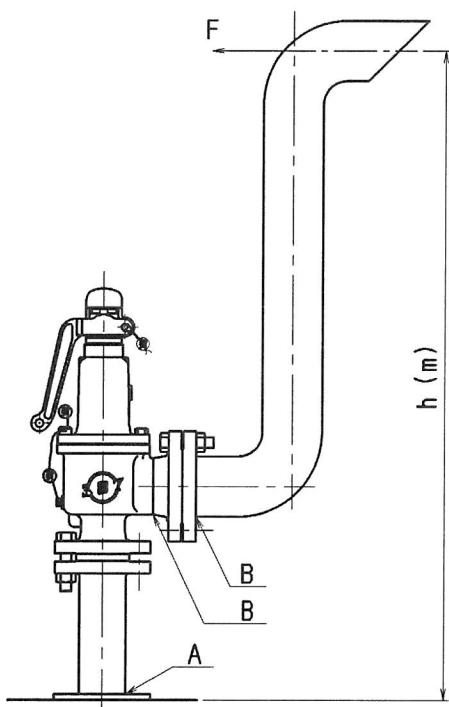

図1
- c. 安全弁は、吹出した時に、排気の吹出し方向と反対方向に、反動力を受けます。取付台の設計に当っては、この反動力による、圧縮、せん断、及び曲げ応力に対して、十分な強度を持たせて下さい。(図1)